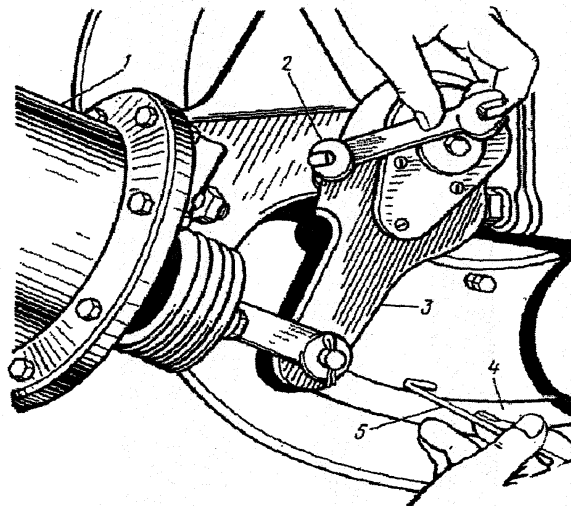

Рис. 39. Проверка и регулировка колесных тормозных механизмов:
42. Отрегулировать зазор между тормозными колодками и барабаном, для чего вращая тормозной барабан 4 (рис. 39) повернуть червяк 2 регулировочного рычага 3 по часовой стрелке до начала затормаживания барабана колодками.